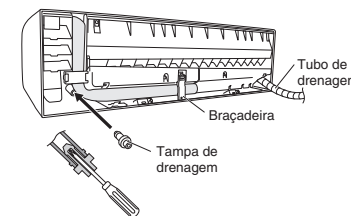

Fig. 3-100
- (d) Reinstale o tubo de drenagem no lado esquerdo e a tampa de drenagem no lado direito. (Fig. 3-100)
- (3) Instale a unidade interior no painel traseiro.
- (4) Ligue a tubagem e a cablagem encaminhada para dentro desde o lado de fora.
- (5) Depois de concluir um teste de fuga, junte a tubagem com uma fita de blindagem e guarde-a dentro da área de armazenamento de tubagem na parte posterior da unidade interior, segurando-a com braçadeiras. (Figs. 3-100 e 3-102)